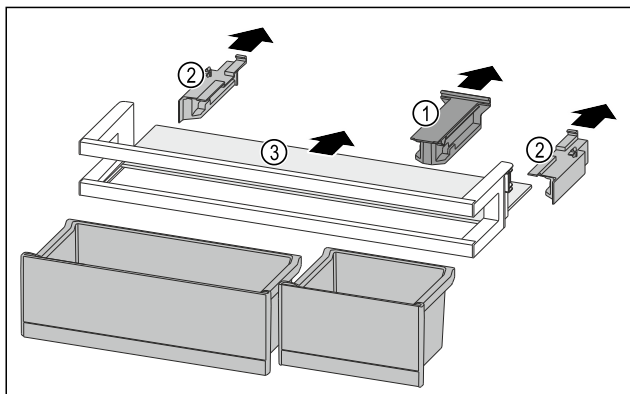

Fig. 88
- ▶ Skinite pridržni dio Fig. 88 (1).
- ▶ Skinite bočne dijelove Fig. 88 (2).
- ▶ Izvadite policu Fig. 88 (3).